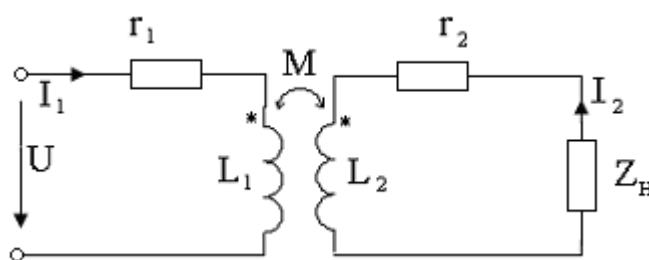

Рис. 89
68. В схеме (рис. 89) $r_1=2$ Ом, $r_2=3$ Ом, $\omega L_1=8$ Ом, $\omega L_2=13$ Ом, $\omega M=10$ Ом. Определить Z_H при условии, что при подаче на вход напряжения $U=120$ В, ток I_1 , был бы равен 15 А и совпадал бы по фазе с напряжением. Найти для этого случая I_2 и построить диаграмму.